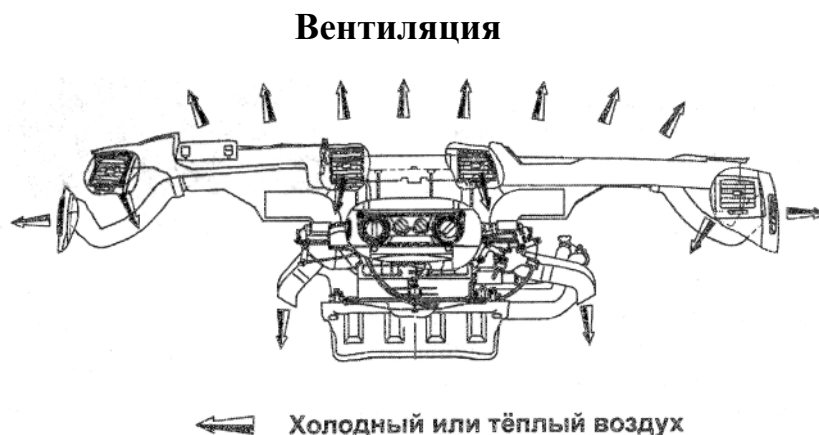

Рис. 8.2. Распределение воздушных потоков в кабине автомобиля
– отрегулировать направление потоков воздуха поворотом заслонок вентиляционных решеток. Распределение воздушных потоков показано на рис. 8.2.